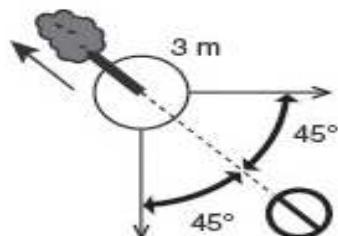

Рис.10
- Когда дерево начнет падать, путь отхода должен быть направлен по диагонали в сторону, противоположную направлению падения, под углом 45 градусов, и вы должны отойти минимум на 3 метра от ствола, на тот случай, если во время падения комель дерева отскочит в сторону (Рис.10).